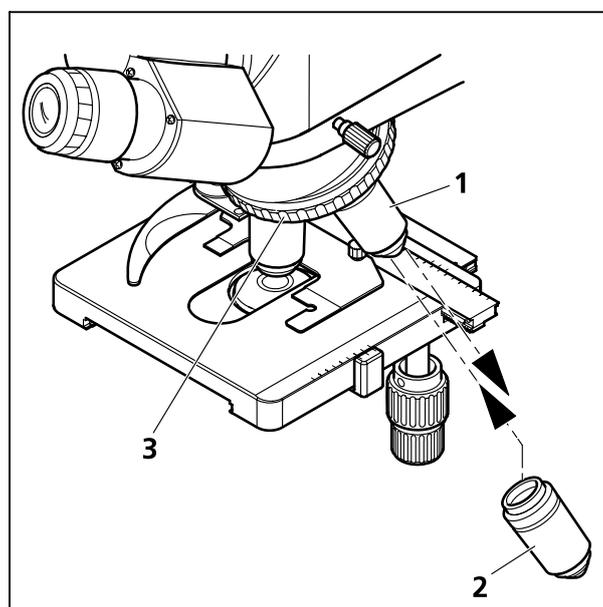

Fig. 14 Remplacement d'un objectif
- Tournez le revolver porte-objectifs (Fig. 14/3) pour amener l'objectif à remplacer (Fig. 14/1) dans une position latérale.
- Vissez le nouvel objectif (Fig. 14/2) dans le revolver porte-objectifs jusqu'en butée.